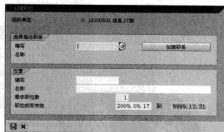

图 6-14 “创建职位”对话框
STEP 2 在右栏中选择组织结构“IT 服务部”，然后单击“**职位...**”按钮，弹出“创建职位”对话框，如图 6-14 所示。